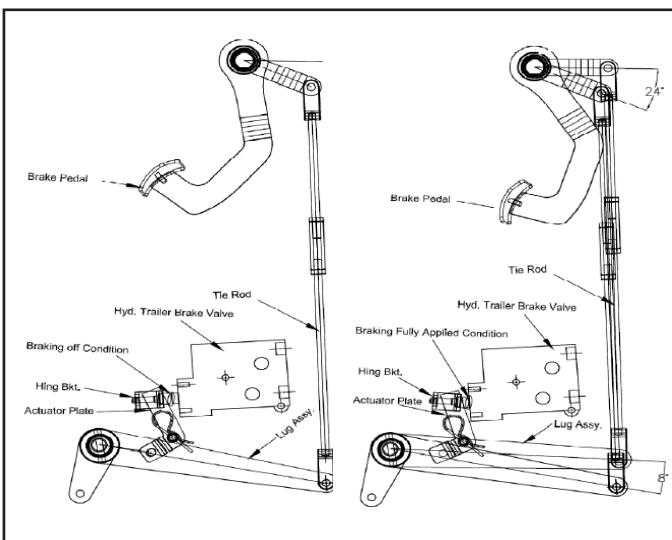

Fig. 4-15
- Upozorenje:** Uvek povezujte spoj na ventilu prikolice sa izlazom hidraulike na traktoru kako je prikazano na Fig. 4-15.